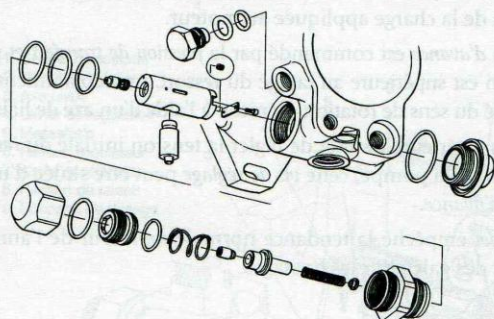
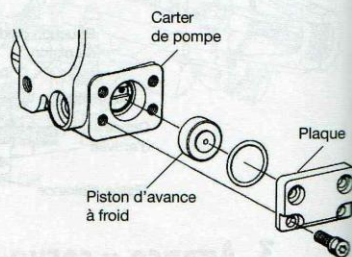

**Figure 70.4.** Avance « servo-compact »
**Figure 70.5.** Constituants du système de servo-avance de type II (Doc. Stanadyne)
Ce mouvement permet la mise en communication de la pression avec le canal longitudinal, le soulèvement de la *soupape de contrôle* (**fig. 70.4**) et le déplacement du piston d'avance (**fig. 70.5**) vers la gauche également (modification du point d'injection) jusqu'à une nouvelle position stable (fermeture du canal, par le « piston pilote »).
Avance décroissante : la chute de *pression de transfert* permet le déplacement vers la droite du « piston pilote », l'évacuation du combustible vers le retour étant assurée par la communication de la gorge circulaire (Z) et l'orifice central du « piston pilote » (fig. 70.4) avec le canal longitudinal.